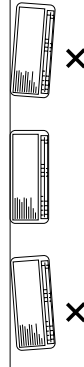

Fig. 3-9
- (2) Vuelva a realizar una comprobación con un nivelador de carpintero o cinta para medir para verificar que el panel se encuentra nivelado. Este es un paso importante a la hora de instalar la unidad de forma correcta. (Fig. 3-9)